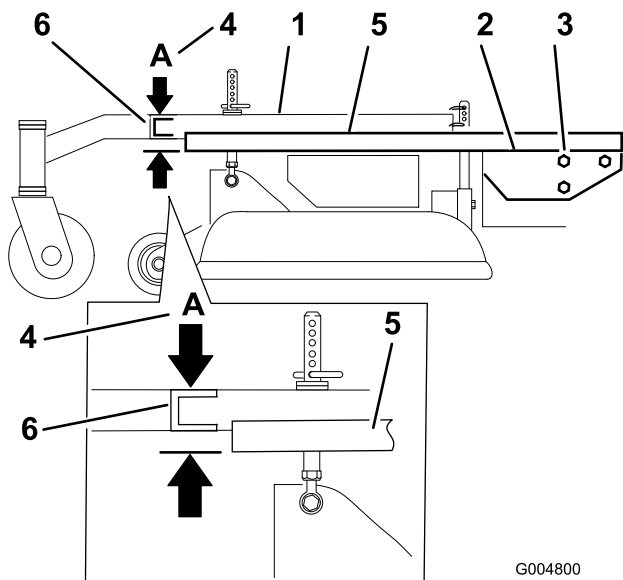

Bild 54
3. Legen Sie eine lange Abziehlplatte auf die Oberseite des Motors, siehe Bild 54.
4. Messen Sie am Querrohr des Trägerrahmens die Höhe an der Stelle **A** (Bild 54). Dieser Wert muss 33 mm plus oder minus 6 mm betragen.
6. Lockern Sie die Befestigungsschrauben am Trägerrahmen an beiden Seiten der Maschine (Bild 54).
7. Fluchten Sie den Trägerrahmen und das Motorchassis an Stelle **A** auf 33 mm plus oder minus 6 mm (Bild 54) aus.